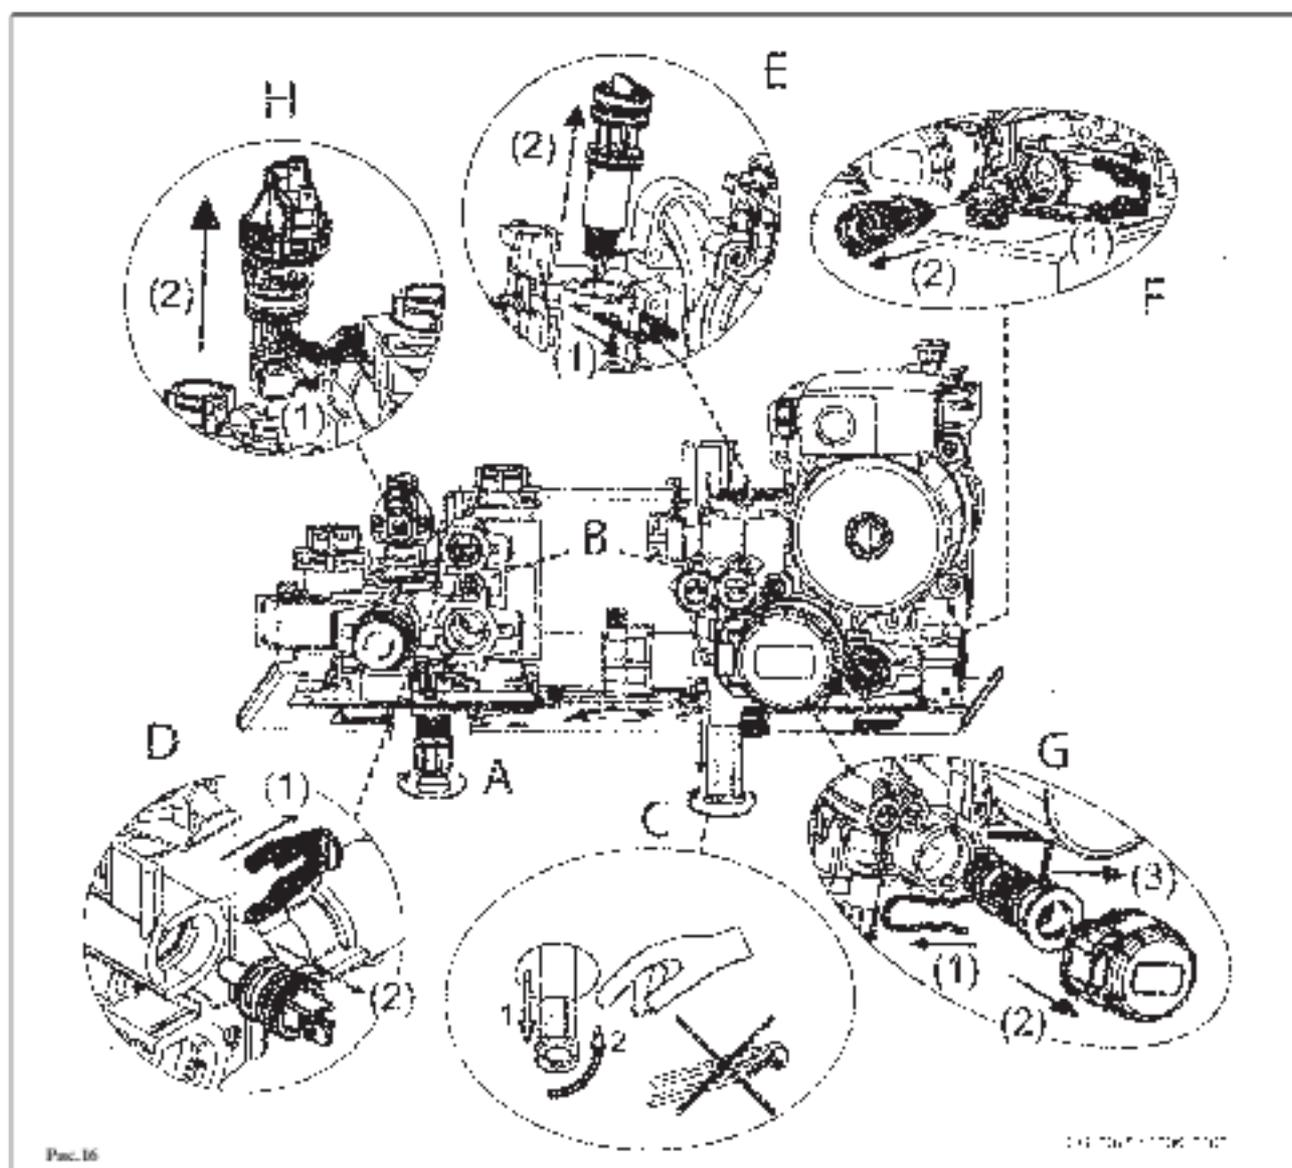

Рис. 16
Фильтр на входе холодной воды системы ГВС и фильтр на обратной подаче системы отопления располагаются внутри специальных съемных картриджей. Картридж с фильтром системы отопления располагается на возврате из системы (рис.16 F), картридж с фильтром системы ГВС располагается на входе холодной воды (рис. 16 E). Для очистки фильтров действовать следующим образом:
- слить воду из системы отопления, открыв кран А (рис.16);
- для того, чтобы вынуть картридж с фильтром системы отопления, необходимо в начале снять мотор трехходового клапана (1-2G – рис.16);
- Слить зажим 1E (рис.16);
- Слить фильтр (2E рис.16).
При отсутствии специального крана необходимо демонтировать вторичный теплообменник, как описано в следующем параграфе, и очистить его отдельно. Рекомендуем очистить от известкового налета также датчик NTC системы ГВС и место его расположения (рис.16 D).
- отвинтите два винта (прямо перед вами), крепящие теплообменник ГВС, и выньте его (рис.16 B).